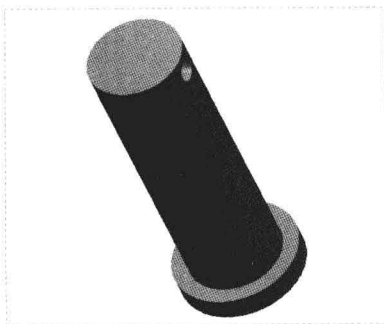

图 11-67 图形文件
Step 01 按【Ctrl+O】组合键，打开图形文件，如图 11-67 所示。